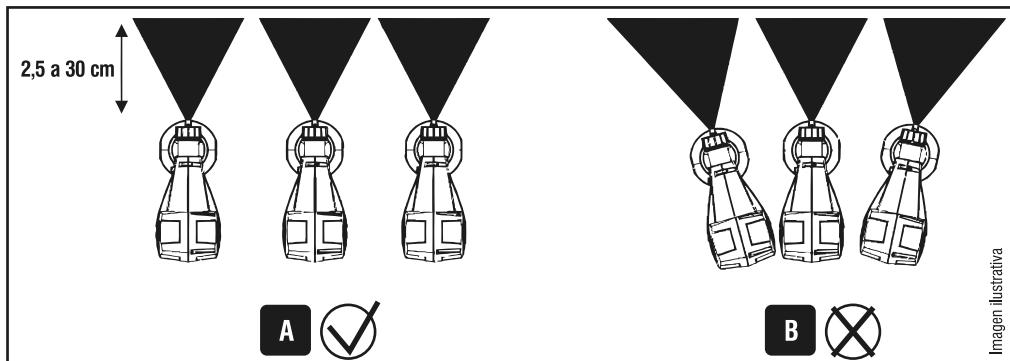

Fig. 6 - Distancia ideal para una buena pintura
- Pulverice la superficie a una distancia de 2,5 a 30 cm del objeto a ser pintado de acuerdo a la Fig. 6;